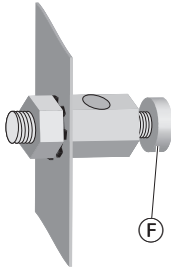

Abb. 22
- Erdungsleitung mit Schraube ⑥ (Abb. 22) sicher befestigen.